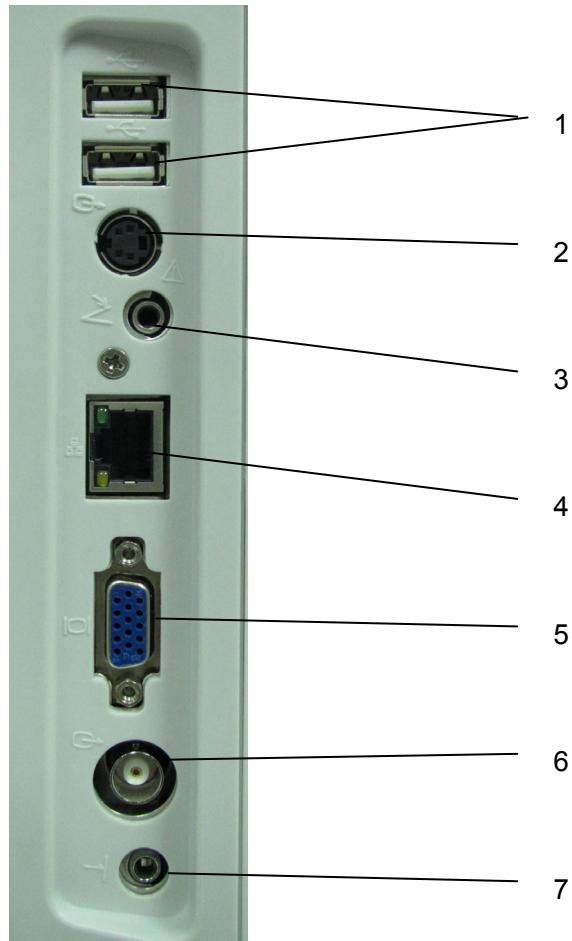

Рис. 4-7 I/O порты на левой панели
4. Детали и принадлежности необходимо подключать к портам ввода/вывода, обозначенным на *Рис. 4-7*. Например, к портам USB можно подключать только входящие в комплект поставки или рекомендуемые USB-устройства; НЕ подсоединяйте телефонную линию к сетевому порту; НЕ подсоединяйте наушники к порту ножной переключателя или удаленному порту
\*Рис. 4-7 I/O порты на левой панели\*